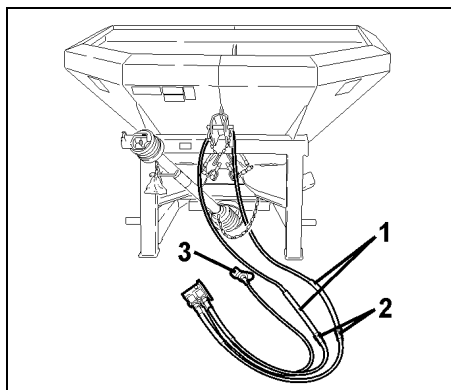

Fig. 75
- Demontera avstängningskranarna från hydraulslangarna (Fig. 75/1).
- Anslut tvåvägsenhetens hydraulslangar (Fig. 75/2) till de ordinarie hydraulslangarna (Fig. 75/1).
- Förse snabbkopplingen med skyddsplugg (Fig. 75/3).